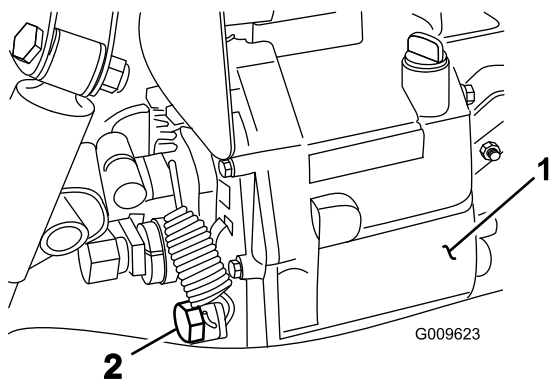

Figure 67
4. Enlevez le bouchon de vidange sur le côté du réservoir et faites couler le liquide hydraulique dans un bac de vidange (Figure 67).